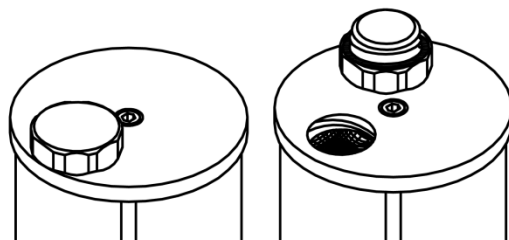

Fig. 10: Contenitore da 0,8 litri con coperchio avvitabile
- Contenitore da 0,8 litri : aprire il coperchio avvitabile (filettatura a passo grosso e chiusura a tenuta con o-ring) e posizionarlo sulla flangia superiore (Fig. 10, protezione anti-perdita)
- 6.1 Impostazione del dosaggio: la pompa dosatrice dosa il lubrificante in modo preciso e ad alta pressione. La corsa del pistone e, di conseguenza, la quantità convogliata può essere variata in modo continuo ruotando la vite micrometrica (Fig. 10 ①), l'intervallo di regolazione complessivo è di 5 giri e la pompa dosatrice POPLUBE ha una portata minima a 0 (vedi Fig. 20).
(Δ portata 14.5%, Fig. 10)